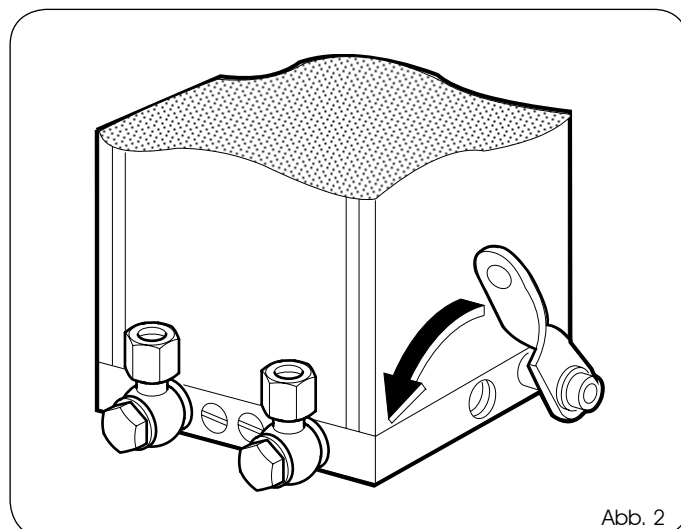

Abb. 2
- den Entriegelungshebel von Hand gegen den Uhrzeigersinn drehen (siehe Abb. 2);
- den Entriegelungshebel (siehe Abb. 2) von Hand im Uhrzeigersinn bis zum mechanischen Anschlag drehen;